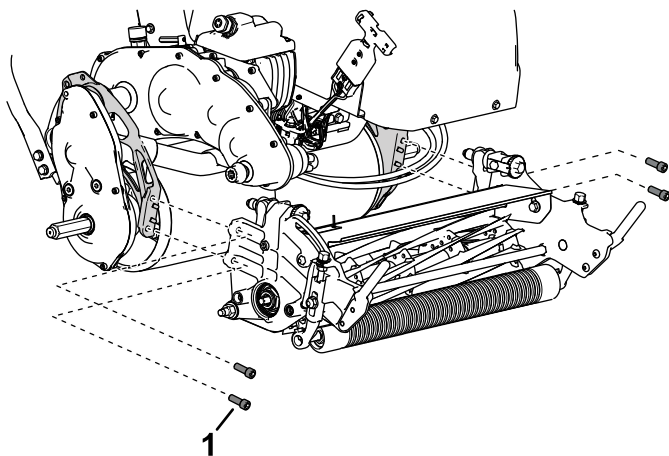

Figura 45
4. Scoateți uruburile cu cap imbus care fixează unitatea de tăiere pe cadru (Figura 45).